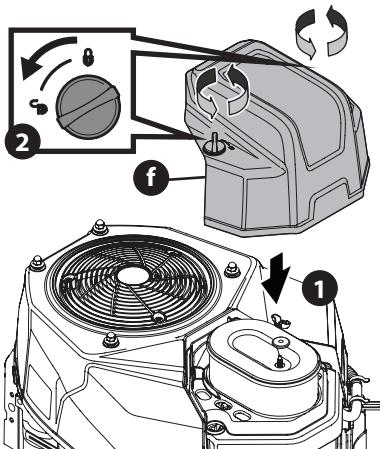

Figura 12
8. Coloque la tapa del filtro de aire (f) (Figura 12). Gire tornillos en sentido horario hasta que quede ajustado. Revise si hay desalineación.